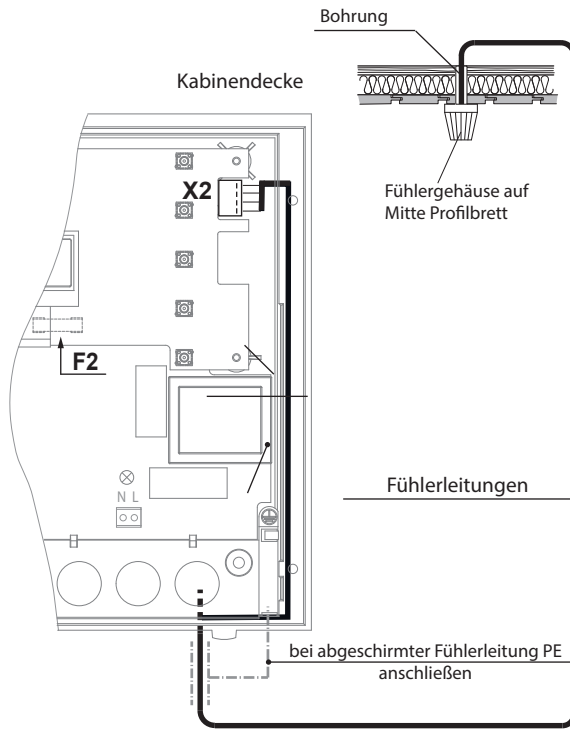

Abb. 10
5. Föhren Sie die Föhlerleitungen zum Steuergerät und föhren sie durch die rechte Kabeleinföhung in das Gerät. Verlegen Sie die Föhlerleitungen innerhalb des Steuergerätes wie in Abb. 10 gezeigt. Schließen sie die Föhlerleitungen gemäß Abb. 11 an. Hierzu wird der Stecker X2 von der Platine abgezogen und nach dem Anschließen wieder eingesteckt.